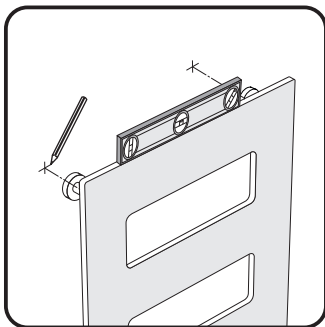

Рис. 11
4.10. Приложите дизайн-радиатор кронштейнами к стене. При помощи строительного уровня установите правильное положение дизайн-радиатора (рис. 11).
4.11. Зафиксировав дизайн-радиатор в правильном положении, сделайте метки грифельным карандашом (рис. 11).